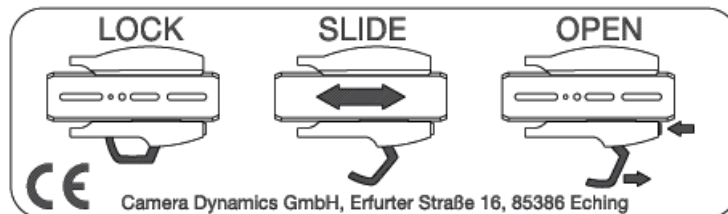

Abb. 3
- > Drücken Sie den roten Sicherungs Druckknopf mit dem Daumen und öffnen Sie den Sideload Hebel vollständig wie in Abb. 3, illustration "OPEN" dargestellt.
-> Nachdem Sie die Kamera ausbalanciert haben (siehe Kapitel 3.4 "Einstellen der Kamerabalance") schließen Sie den Sideload Hebel vollständig (Abb. 3, Illustration "LOCK").
HINWEIS: Falls die Kameraplate nicht eingerastet ist, läßt sich der Sideload Hebel aus Sicherheitsgründen nicht schließen. Öffnen Sie den Mechanismus nochmals komplett durch Drücken des roten Sicherungs-Druckknopfes und gleichzeitigem Aufziehen des Sideload Hebels (Abb. 3, Illustration "OPEN") und versuchen Sie es erneut.